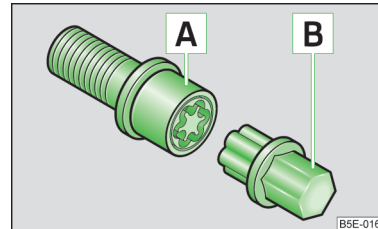

Abb. 142
- Den Adapter [B] » Abb. 142 mit seiner verzahnten Seite bis zum Anschlag so in die innere Verzahnung der Anti-Diebstahl-Radschraube [A] stecken, dass nur noch der äußere Sechskant herausragt.